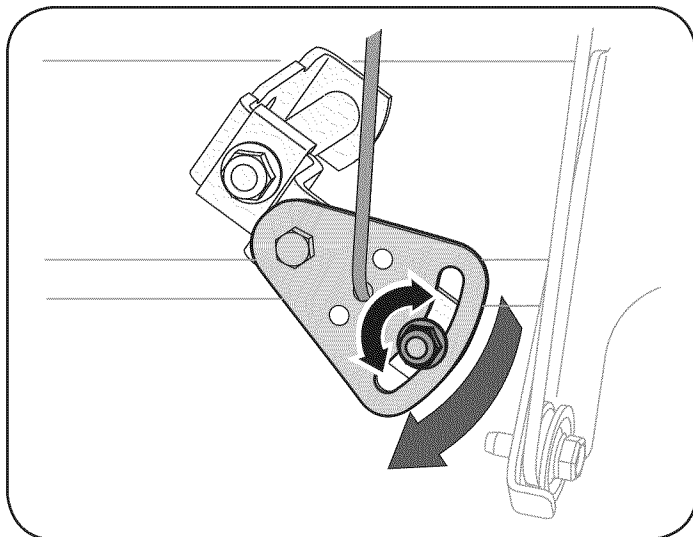

Figura 18
2. Afloje la tuerca hexagonal del soporte de posicionamiento del cable de cambios. Vea la Figura 18.